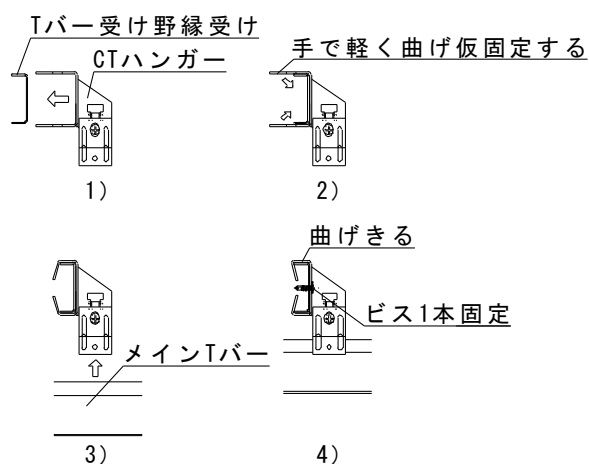

図2-7-2 メインTバーの取付け手順
③基準とするメインTバーの通りを調整し、CTハンガーをビス1本で野縁受けに固定し、仮留めしていたCTハンガーの折り曲げ部をさらに曲げる。(図 2-7-2 参照)